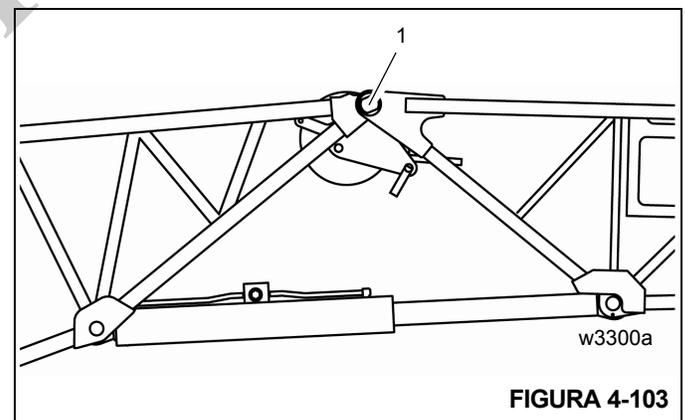

FIGURA 4-103
En cada lado de la sección de 10.1 m (33 pies) hay una grasa (1) en el punto de pivote (Figura 4-103).